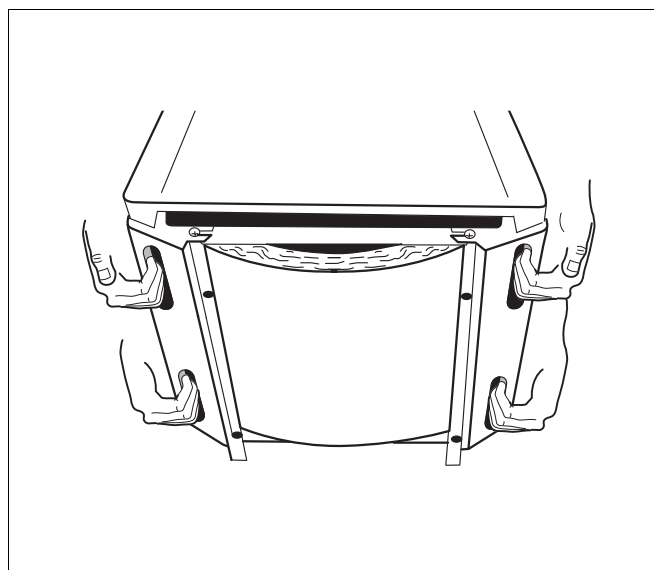

Fig. 6 Levantamiento y transporte de la caldera
- ▶ Asir la caldera por las empuñaduras situadas en el envoltorio de la caldera y subirla al acumulador de agua (fig. 6).